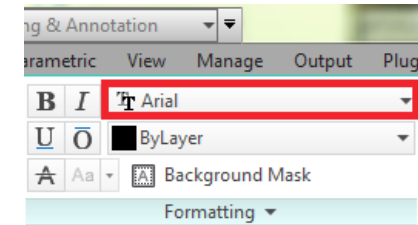

Рис. 76 Выбор шрифта
- **Font type (Тип шрифта).** В этом разделе можно настроить шрифт, которым будет написан текст (Рис. 76).